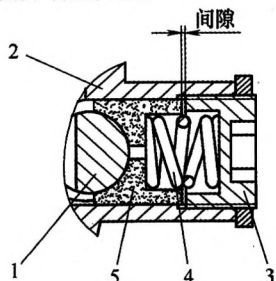

图3 齿条支撑与壳体零件无间隙啮合
(3) 齿条支撑与壳体零件间隙过大 齿条支撑在弹力作用下将齿轮、齿条压紧，保证其零间隙啮合（见图3）。转向器工作时，齿条左右往复运动，在其反压下，齿条支撑受到左、右向摩擦力，如果齿条支撑与壳体的间隙过大，将造成齿条支撑左右晃动，撞击壳体发出响声。表现为车辆在驻车或低速行驶下，
(2) 齿轮、齿条间隙过大 齿轮、齿条在工作中是零间隙啮合，所谓间隙是指齿条支撑与螺塞之间的间隙（见图3）。由于齿轮齿条是斜齿啮合，齿条在左右运动过程中受到上下两方向的交变力，若齿条支撑与螺塞的间隙过大，将造成齿轮、齿条啮合运动产生的相互冲击加剧，产生明显声响。表现为车辆在驻车或低速行驶过程中，左右晃动方向盘，底盘转向器方向传来“哒哒”声响。转向器装配时，调整控制齿条支撑与螺塞之间的间隙 $\leq 0.1\text{mm}$ ，可避免此类异响。